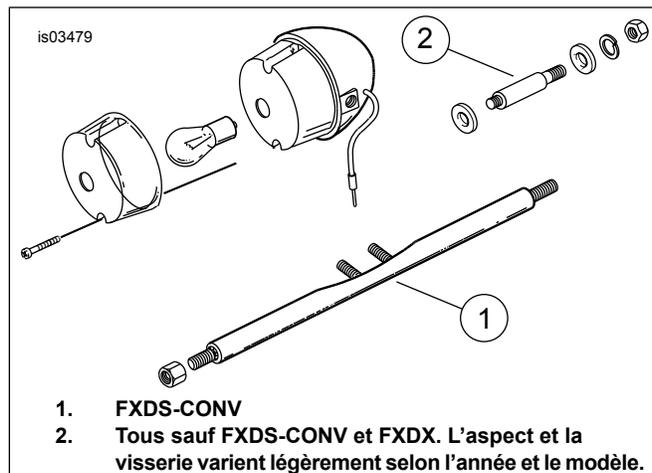

Figure 5. Tous (supports types de style Tube)
Pour les modèles XL équipés de supports de style Tube, voir la Figure 5 pour une illustration des instructions d'installation.
Pour les modèles Dyna équipés de supports de style Tube, voir la Figure 5 pour une illustration des instructions d'installation.
Pour les modèles Softail équipés de supports de style Tube, voir la Figure 5 pour une illustration des instructions d'installation.
3. Voir la Figure 5. Retirer le boîtier d'ampoule du support de feu de direction. Conserver la visserie. Jeter l'ampoule.